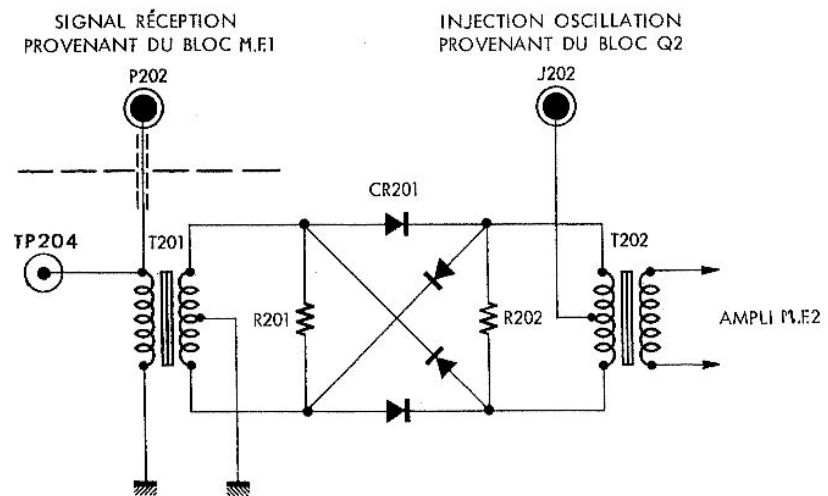

Fig. 9 DEUXIÈME TRANSPOSITION DE FREQUENCE
2.1.6. DEUXIEME TRANSPOSITION DE FREQUENCE (fig. 9 et groupe 02 - planche 5)